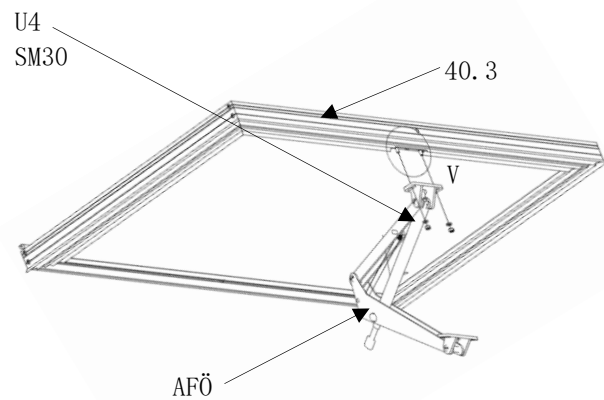

Abb. 114
- Gesamtübersicht *Abb. 114*
- die Rinnenprofilkanten (**Pos. 5.4**) an den Stirnseiten werden mit Silikon abgedichtet! (Abb.114)